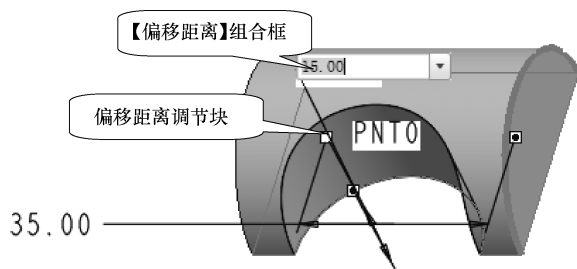

图 5-27 调节偏移距离
(3) 单击【偏移参照】收集器，使其变为淡绿色，即处于激活状态，在图形区按住〈Ctrl〉键选择两个偏移参照。
(4) 单击偏移参照后面的尺寸数字，出现组合框，可以在其中输入偏移距离；也可以在图形区双击尺寸数字，在出现的组合框中修改偏移距离，如图 5-27 所示。
(5) 符合设计要求后，单击按钮，完成基准点的创建。